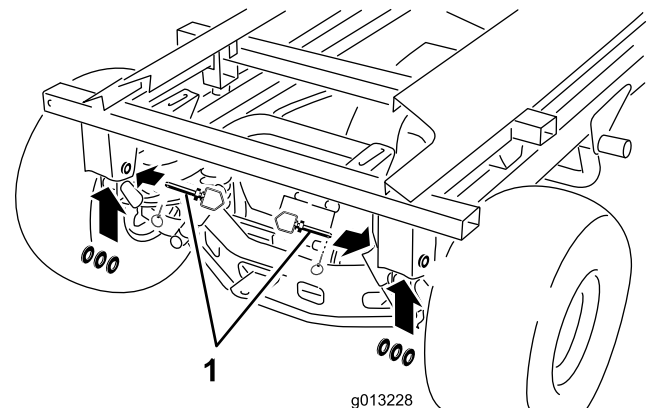

図 2
10. 後部からリンチ・ピン、ヒッチ・ピン、ワッシャを取り外す（図 2）。